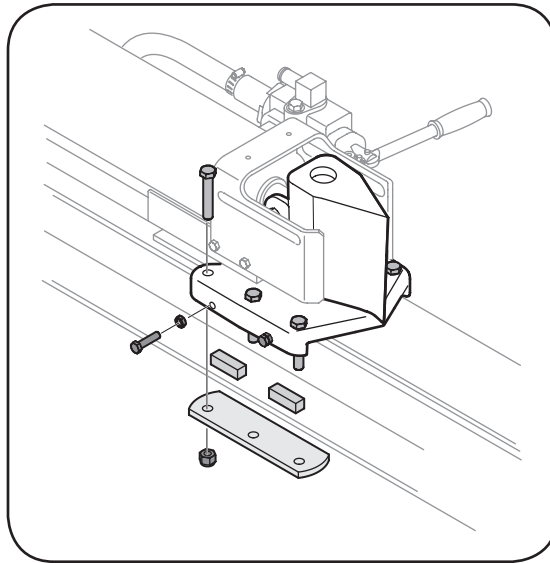

Figura 5-1
1. Afloje las contratuercas de los dos pernos de ajuste que se encuentran a los costados de la cuña. Vea la Figura 5-1.
1. Afloje las tuercas de seguridad que se encuentran debajo de cada contraplato y deslice los retenedores hacia afuera. Vea la Figura 5-1.